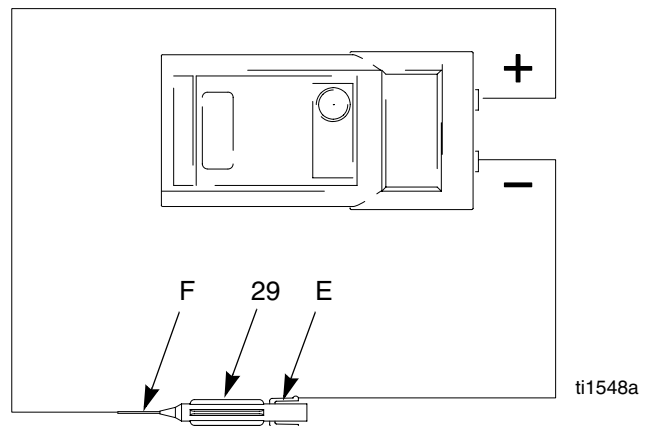

Fig. 9 Elektrod
4. Ta bort elektroden (29), sidan 27. Mät motståndet mellan kontakten (E) och elektrodledningen (F). Motståndet ska vara 20-30 Mohm. Byt elektroden om det ligger utanför intervallet. Se Fig. 9.